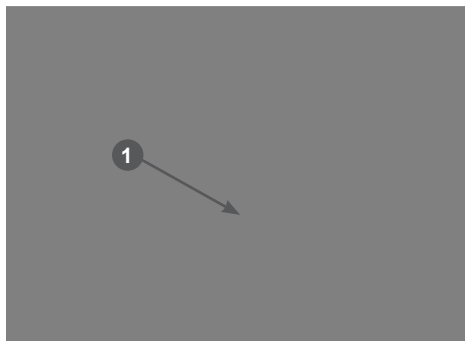

Рис. 11 Установка рычага в нейтральное положение
- установите фиксатор 1 рычага переключения передач точно посередине между положениями F1 и R1 (между положениями первой передней и первой задней передач) (Рис. 11);